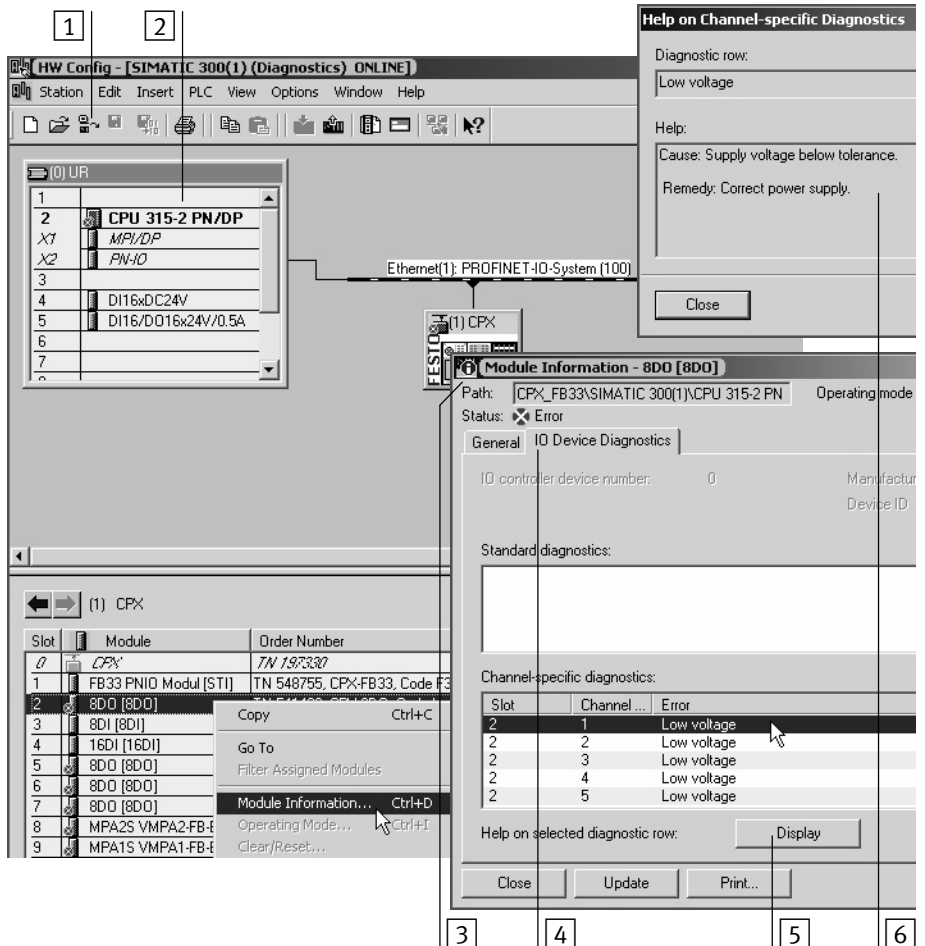

Fig. 3/2 : Diagnostic en ligne à l'aide de Siemens STEP 7
2. Commuter de Offline à Online (voir Fig. 3/2 1).